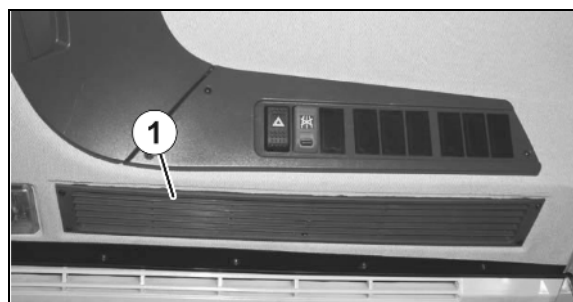

Fig. 187
1. Åbn afdækningen (Fig. 187/1) på venstre side af kabinen.
2. Lås filteret (Fig. 187/2) op, tag det ud, og udskift det.